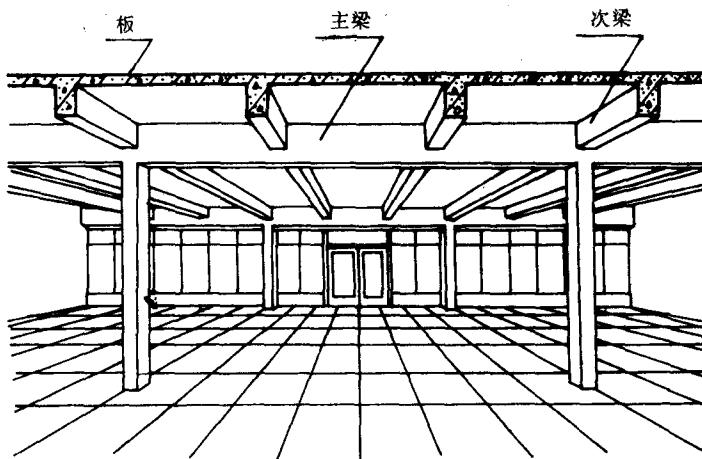
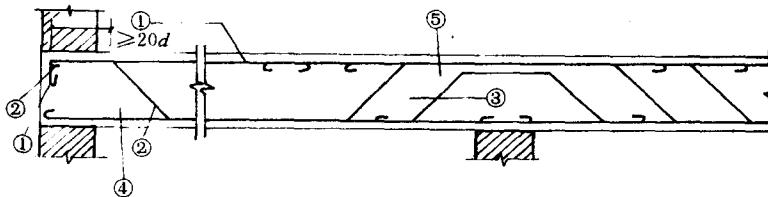
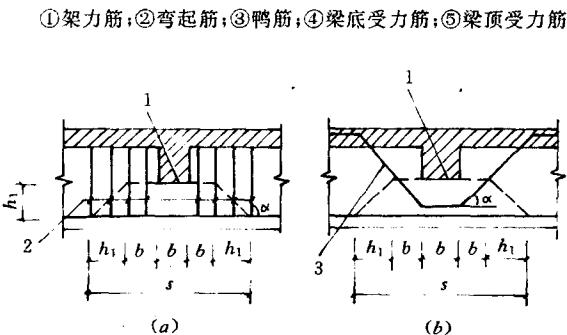

图 1-5 整体式钢筋混凝土楼盖
图 1-6 某梁的钢筋布置图
图 1-7 附加箍筋与附加吊筋
1. 建筑结构构件：主(次)梁、板(单、双向板)、柱、墙、基础、圈梁、过梁、构造柱、雨篷梁(板)、阳台挑梁、栏板等，并要特别注意认识上下部受力钢筋、箍筋、分布钢筋、弯起钢筋、吊筋、鸭筋等。如图 1-5 为整体式钢筋混凝土楼盖组成；图 1-6 为某梁钢筋布置；图 1-7 为整体式钢筋混凝土楼盖主梁的附加箍筋与附加吊筋。